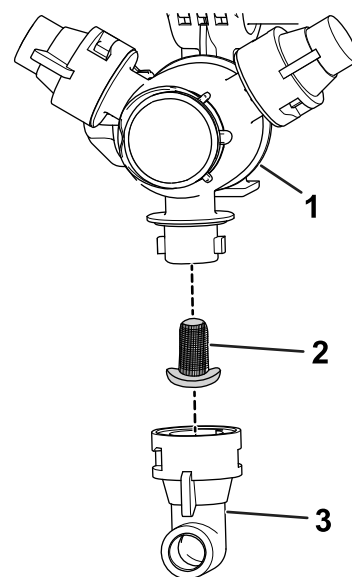

図 104
2. タレットからノズルを外す 図 104。
3. 古いノズルフィルタ 図 104を外す。
4. 新しいノズルフィルタを取り付ける 図 104。
5. タレットにノズルを取り付ける 図 104。